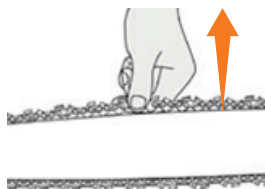

Рис. 5
- Проверьте установку цепи на звездочке и направляющей шине. Пильная цепь натянута верно если в середине направляющей шины ее можно приподнять на 3-4 мм. и цепь легко проворачивается рукой по шине (Рис. 5).